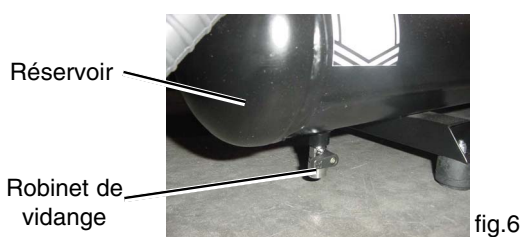

fig.6
- B) Ouvrez progressivement le robinet de purge et purgez tout l'air présent dans le réservoir pour prévenir la corrosion à l'intérieur du réservoir. (fig.6).